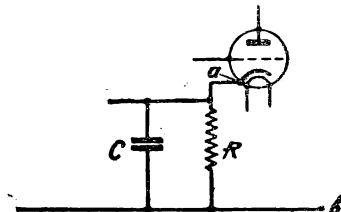

Рис. 3
**Задача 70.** Для подачи на сетку лампы автоматического отрицательного напряжения была составлена (рис. 3) обычная схема из параллельно включенных конденсатора *C* емкостью в